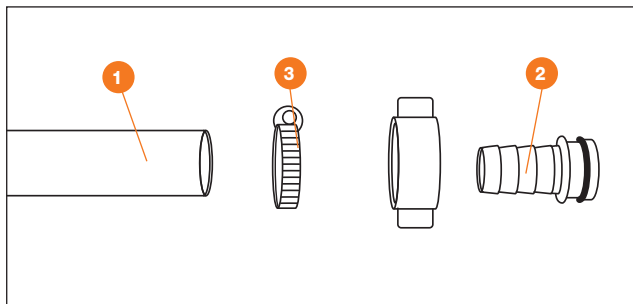
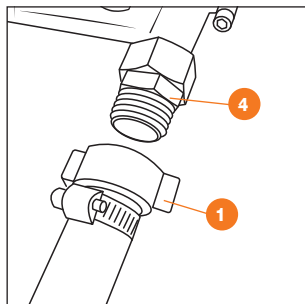

Рис. 8
Рис. 9
- Модели моек **DAW 3500S / DAW 4000S-3** укомплектованы стационарным фильтром очистки воды, наденьте шланг подвода воды **1** на присоединительный штуцер **2** и закрепите его хомутом **3** (Рис. 8). Присоедините шланг **1** к патрубку подвода воды **4** и водопроводу (Рис. 9).